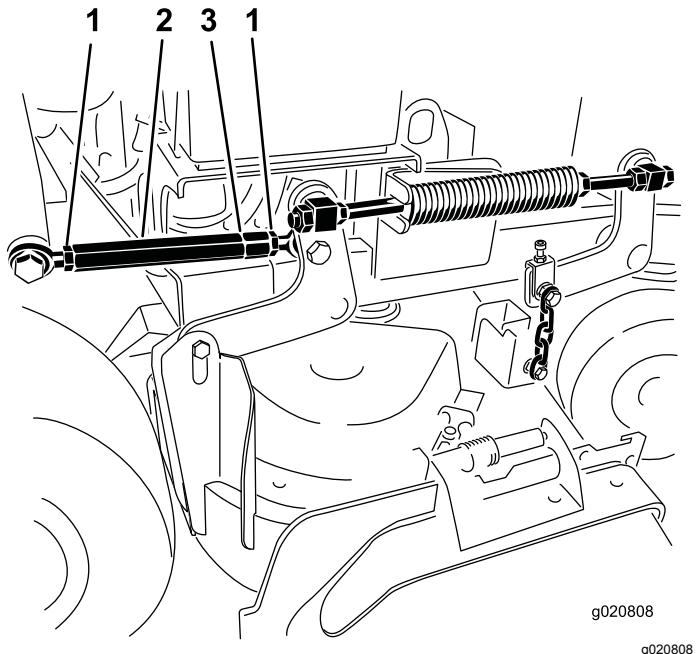

Figure 85
4. Desserrez les écrous de blocage à chaque extrémité du tendeur (Figure 85).
- Remarque:** L'extrémité du tendeur portant la gorge est filetée à gauche (Figure 85).